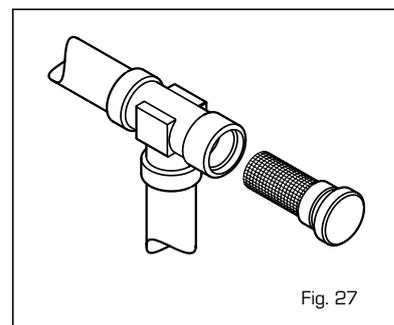

Fig. 27
4.6.3 Limpieza "Aqua Guard Filter System" (fig. 27)